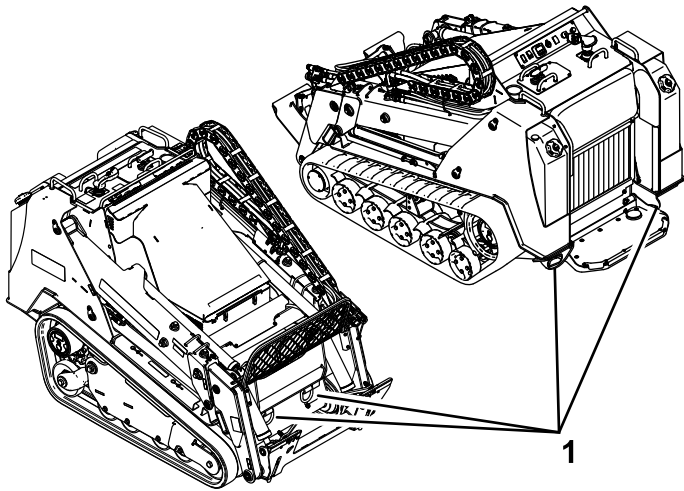

Figure 34
6. Remorquez la machine en utilisant les points d'attache (voir Figure 34).
8. Servez-vous des points d'attache en métal de la machine pour arrimer solidement la machine sur la remorque ou le véhicule utilitaire avec des sangles, des chaînes, des câbles ou des cordes (Figure 34). Reportez-vous à la réglementation locale concernant les exigences en matière d'arrimage.